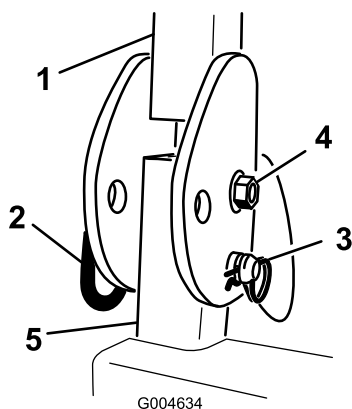

Figure 14
11. Placez le système ROPS sur ses montants. Montez le boulon, l'écrou, la goupille fendue et la goupille qui fixent chaque élément du système ROPS aux montants (Figure 14).